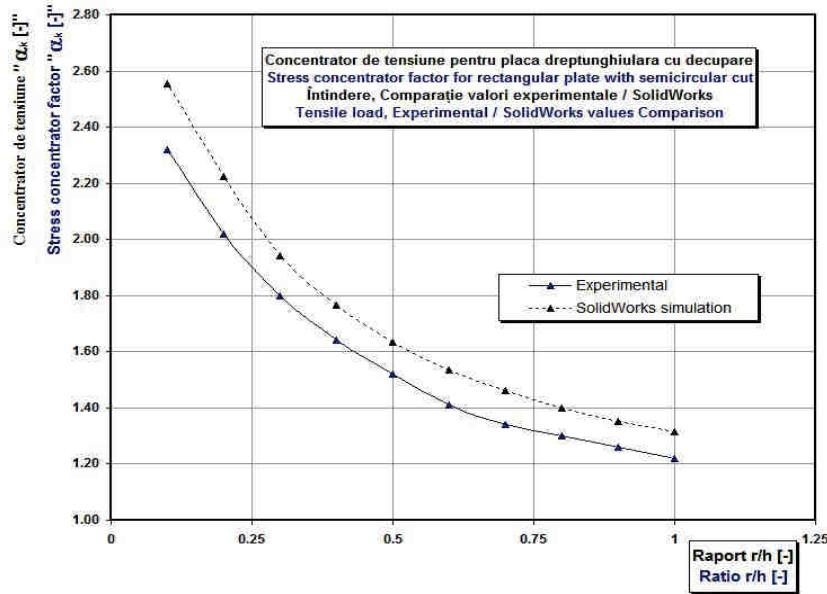

Fig. 10.17
- Rezultatele studiilor de analiză sunt prezentate în fig. 10.15, tab. 10.3, fig. 10.17 pentru întindere respectiv fig. 10.16, tab. 10.4, fig. 10.18 pentru încovoiere.
- The design studies results are presented in fig. 10.15, tab. 10.3, fig. 10.17 for the tensile load and fig. 10.16, tab. 10.4, fig. 10.18 for the bending load.